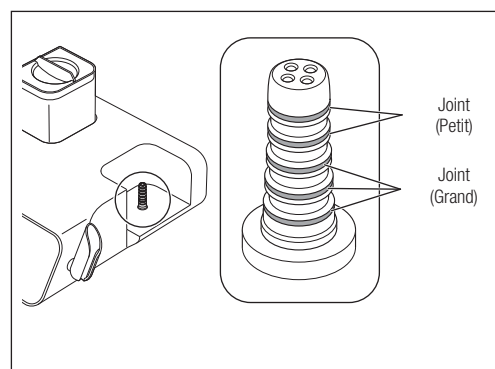

Fig. 47
- 1) Retirez les joints du connecteur de base de la chambre à l'aide d'une aiguille, etc. (Fig. 47).
- Étant donné que la taille des joints diffère, veillez à les remettre à l'emplacement correct (Fig. 47).